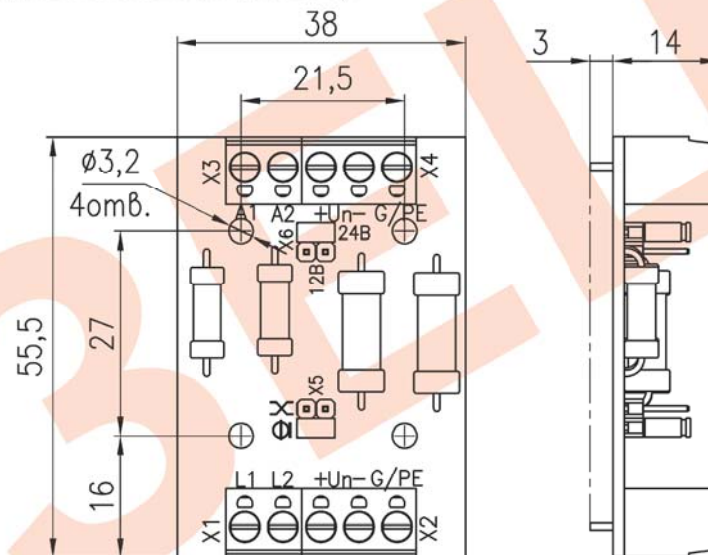

Рис.1 Габаритные и установочные размеры
18. Габаритные размеры.....	см. рис.1;